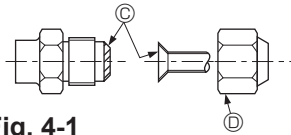

Fig. 4-1
(A) (Fig. 4-1)
(B) (Fig. 4-1)
### 4.2. Tubos de ligação (Fig. 4-1)